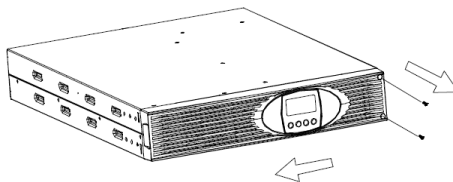

Abbildung 11: Entfernen der Frontblende
1. Entfernen Sie die Frontblende (siehe Abbildung 11). Lösen Sie zuerst die beiden Schrauben an der rechten Seite der Blende. Schieben Sie danach die Blende nach links.